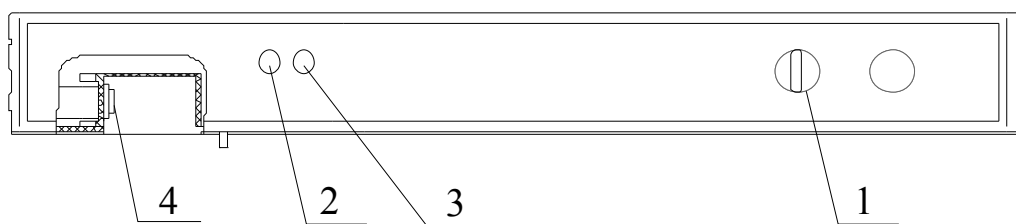

Рис. 2 Схема расположения органов управления и индикации
7.1 Включение и отключение холодильника производится штепсельной вилкой сетевого шнура (не рекомендуется тянуть за сетевой шнур).. Загоревшаяся зеленая индикаторная лампа 2 (рис.2) на панели свидетельствует о том, что холодильник включен в электросеть. Желтая индикаторная лампа 3 горит при работе холодильника в режиме замораживания. Индикаторные лампы загораются в течение 10 секунд.
Для качественного замораживания продуктов, предназначенных для длительного хранения, их следует загружать в морозильную камеру порциями, общий вес которых не превышает мощности замораживания, указанной в разделе 2. При загрузке продуктов, в количестве, превышающем мощность замораживания, увеличивается время полного замораживания. Если Вы хотите сократить время замораживания продуктов, то можете использовать режим замораживания. Режим замораживания включается нажатием клавиши переключателя 4 (рис.2) «от себя». При этом на панели загорается индикаторная лампа 3 (рис.2).
Не позднее 24 часов после загрузки последней партии продуктов переведите холодильник в режим хранения, нажав клавишу переключателя «на себя», при этом индикаторная лампа 3 (рис.2) гаснет.